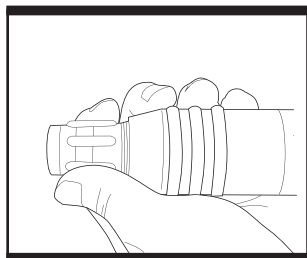

Fig. 2
2. REGLAGE DE PROFONDEUR (Fig. 2)